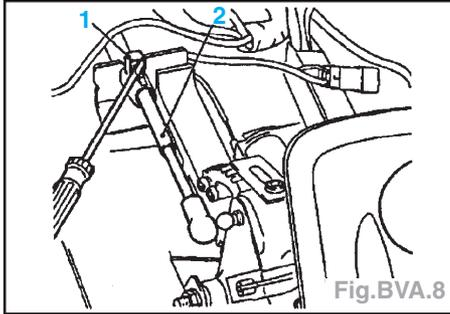

Fig.BVA.8
- Dégager le câble (2) du levier sélecteur, soulever l'agrafe (1), puis enlever le câble du support (Fig.BVA.8).